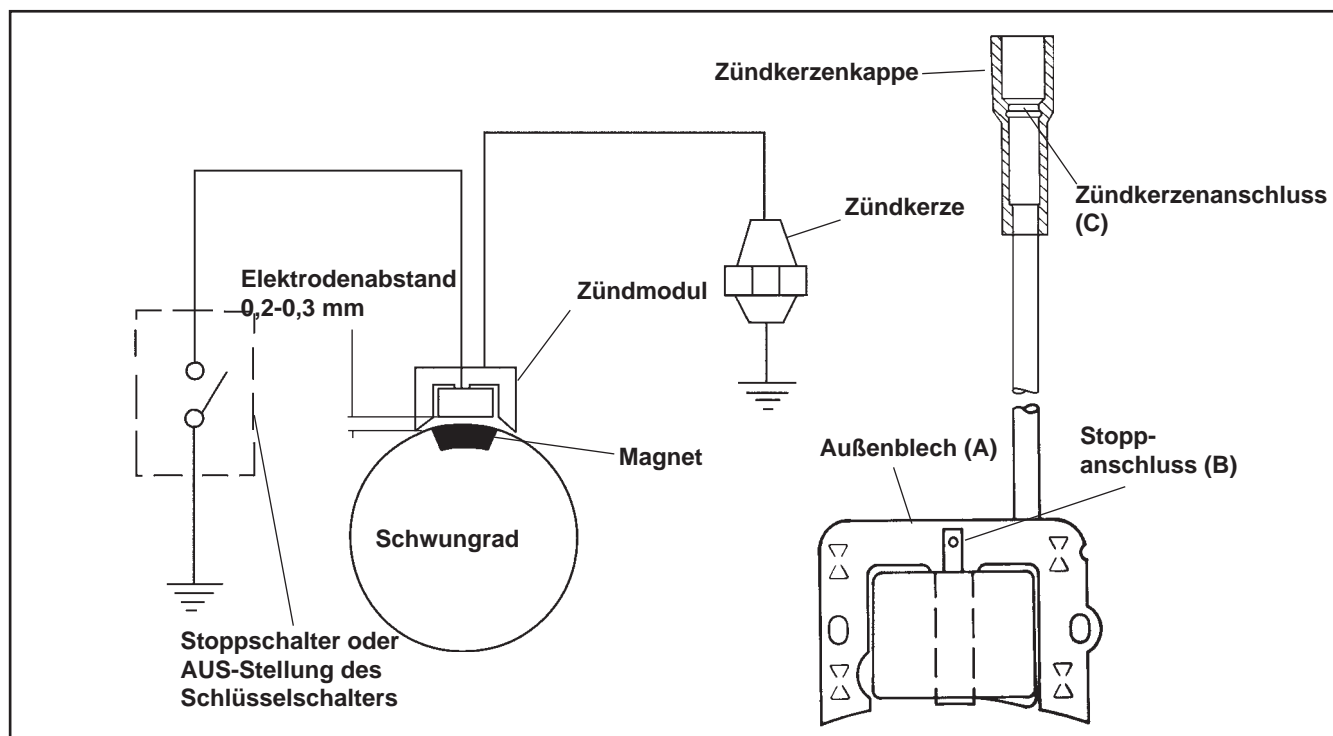

Abbildung 8-3. Elektronische Magnetzündanlage, CH11-15 Motore.
4. Messen Sie den Widerstand der Sekundärwicklung am Modul mithilfe eines Ohmmeters (siehe Abbildung 8-3 und 8-4):  Verbinden Sie ein Ohmmeterkabel mit dem Außenblech (A). Verbinden Sie das andere Kabel mit dem Zündkerzenanschluss (C) des Hochspannungskabels. Wenn die Ohmmeterkabel auf diese Weise angeschlossen sind, sollte der Widerstand der Sekundärwicklung 7900-18400 Ohm betragen.  HINWEIS: Dieser Test kann nur ausgeführt werden, wenn das Modul vorher mindestens einmal gezündet wurde.	4. Wenn der Widerstandswert niedrig ist oder 0 Ohm beträgt, ist die Sekundärwicklung des Moduls kurzgeschlossen. Ersetzen Sie das Modul.  Wenn der Widerstandswert hoch oder unendlich ist , ist die Sekundärwicklung des Moduls geöffnet. Ersetzen Sie das Modul.  Wenn der Widerstandswert innerhalb des vorgegebenen Bereichs liegt, ist die Sekundärwicklung des Moduls intakt.